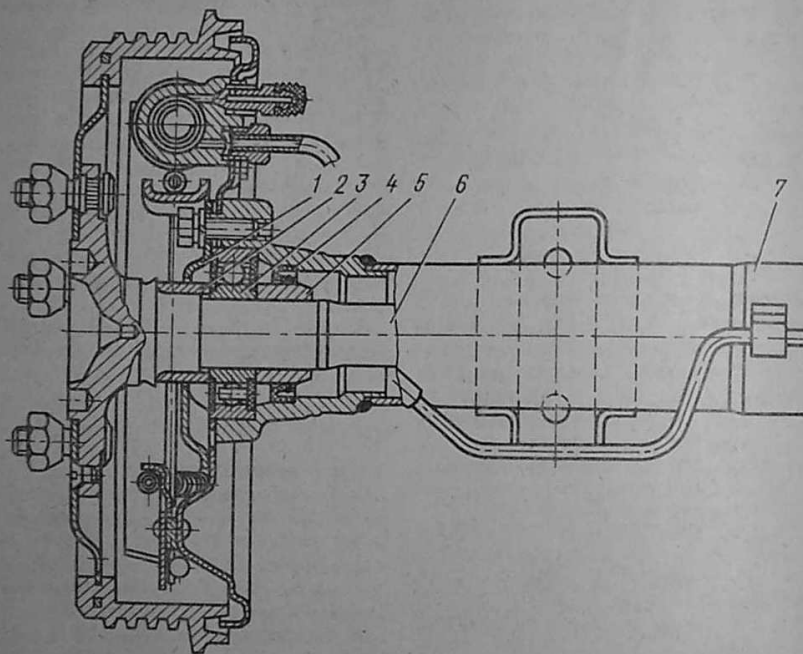

Рис. 88. Задний мост в сборе:
Задний мост имеет штампованный из листа сварной картер 7 (рис. 88), в средней части которого крепится редуктор главной передачи и полуразгруженные фланцевые полуоси 6, опирающиеся на шариковые радиальные подшипники 3 закрытого типа с одноразовой смазкой. Шестерни 11 и 12 главной передачи с гипоидным зацеплением установлены в литом из ковкого чугуна картере 10.
4. Отвернуть через большое отверстие во фланце полуоси четыре болта (см. рис. 88), крепящие к фланцу картера тормозной шиг и пластину 1 крепления подшипника полуоси.
7. Отвернуть болты 9 (см. рис. 88) крепления редуктора заднего моста к картеру (балке), снять редуктор и уплотнительную прокладку.
5. Установить полуоси. Полуось, собранную с подшипником и тормозным механизмом, легкими ударами деревянного или резинового молотка запрессовать в гнездо фланца картера и закрепить вместе с тормозным щитом и пластиной 1 (см. рис. 88) к фланцу картера четырь-
Снятие запорной втулки и подшипника с полуоси. Наиболее простой способ снятия запорной втулки 5 (см. рис. 88) — это проточка ее по наружному диаметру для ослабления натяга. Можно также сфрезеровать или зашлифовать на цилиндри-
1. Поставить полуось вертикально. Установить на нее упорную втулку 2 (см. рис. 88) и пластину 1.
4. Отвернуть болты крепления полуосей пластинами 1 (см. рис. 88).
1. Отвернуть болты 27 (см. рис. 88) и снять стопоры 25 регулировочных гаек подшипников дифференциала. Пометить крышки 35 подшипников дифференциала, если они не помечены. Отвернуть болты крепления крышек подшипников дифференциала и снять крышки. Вынуть регулировочные гайки 24 и дифференциал с ведомой шестерней 11 и подшипниками.